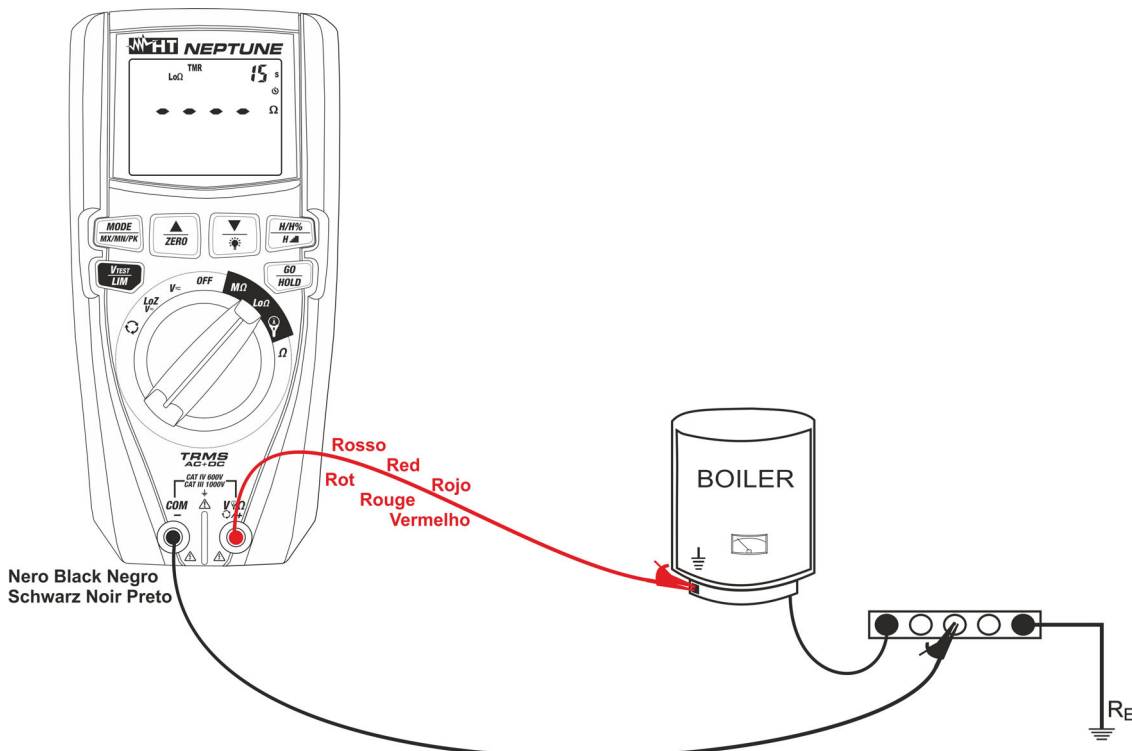

Fig. 29: Utilisation de l'instrument pour mesure de continuité en mode TMR
7. Introduire le conducteur rouge dans la borne d'entrée **V $\Omega$ /+** et le conducteur noir dans la borne d'entrée **COM/-** et brancher l'instrument à l'installation contrôlée (voir Fig. 29)